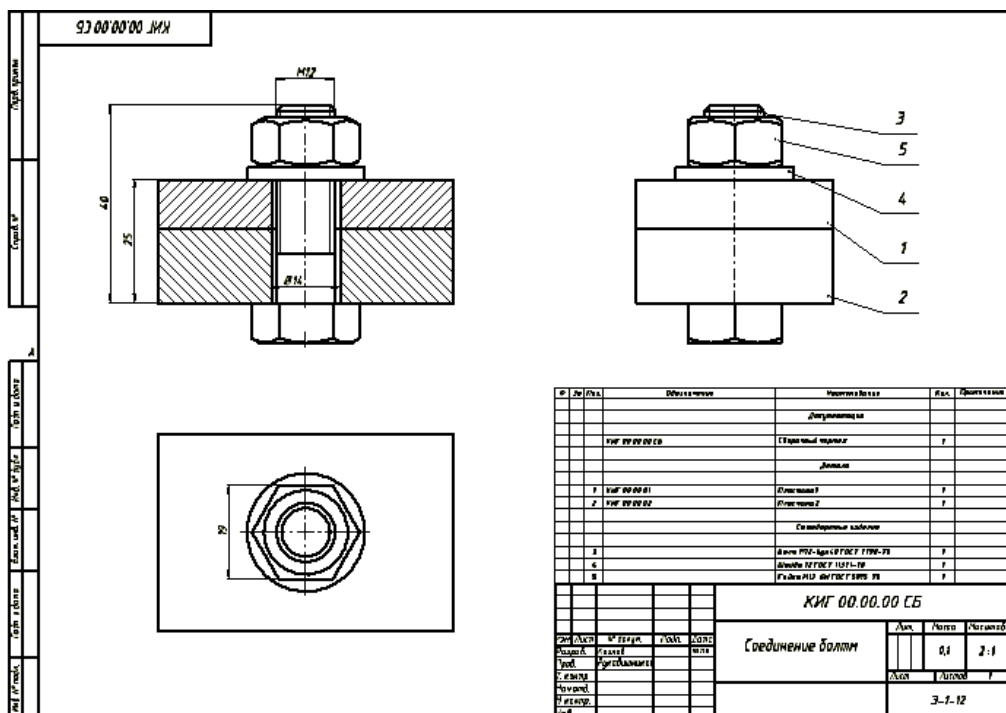

Рис. 3.113. Завершенный чертеж соединения болтом
25. Поместите таблицу над основной надписью. Выберите на ленте вкладку «Пояснение (ESKD)» ► панель «Листы чертежа» и щелкните на команду «Основная надпись». Заполните в окне соответствующие графы согласно ГОСТ 2.104–2006, нажмите «OK» и сохраните чертеж (рис. 3.113).